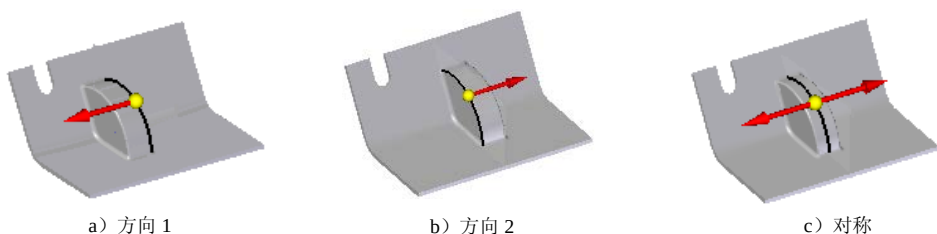

图 6.5.11 加固板的宽度侧
-  (侧步骤) 按钮: 用于定义所创建的加固板与绘制轮廓的相对位置，加固板的位置如图 6.5.11 所示。